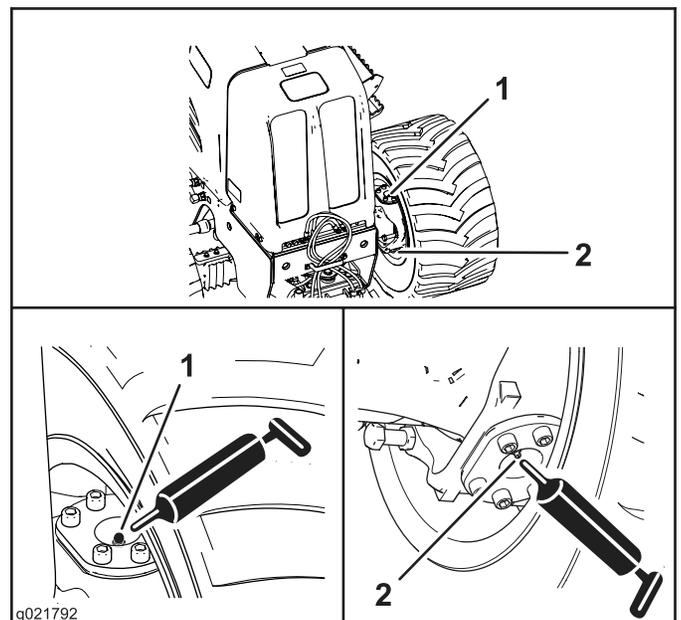
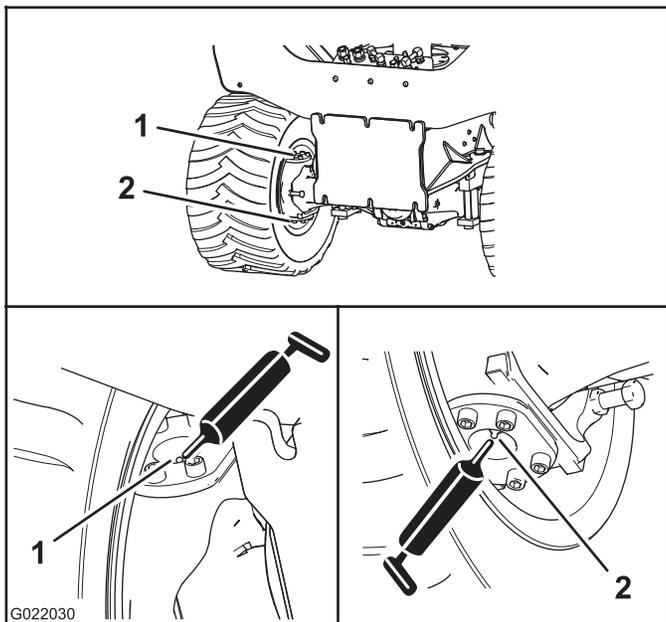

Figura 31
Figura 32
2. Conecte a pistola de graxa às graxadeiras dos pivôs superior e inferior; aplique 2 ou 3 bombeadas de graxa em cada graxeira (Figura 31 e Figura 32).